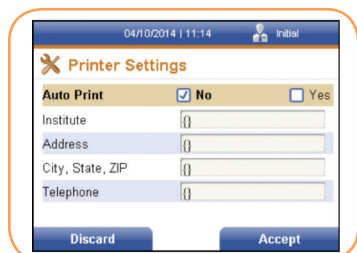

FIGURA 25
2. Pulse la tecla programable derecha para seleccionarlo. Se muestra la pantalla Configuración de la impresora (Figura 25).